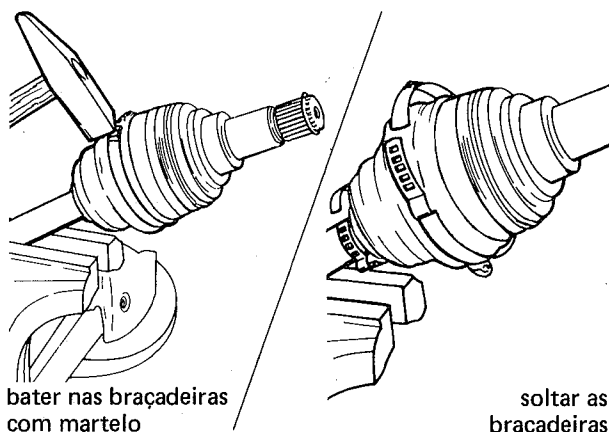

fig. 39
1. Soltar as braçadeiras do guarda-pó externo, e removê-las, deslizando-as para trás da semi-árvore (fig. 39)